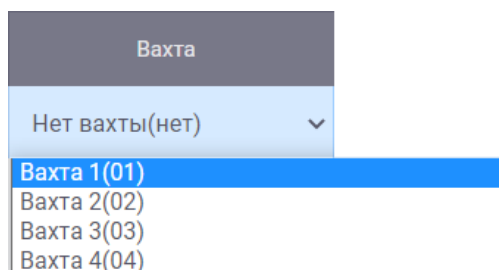

Рис. 175 – Поле «Вахта»
- **Вахта** – если в отчёт необходимо выгрузить данные только за определённую вахту, то в раскрывающемся списке данного поля необходимо выбрать требуемую вахту (Рис. 175).